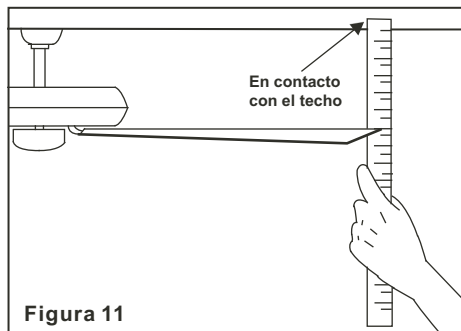

Figura 11
2. La mayoría de los problemas de oscilación se originan cuando los niveles de las aspas son desiguales. Revisar esté nivel por medio de seleccionar un punto del techo por encima de la punta de una de las aspas. Medir esta distancia como se muestra en la Figura 11. Rotar el ventilador hasta que la siguiente aspa esté ubicada para medición. procedimiento para cada aspa. Las medi repetir el das hacer fucional deben mantenerse dentro de 1/8 pulgadas (3mm).